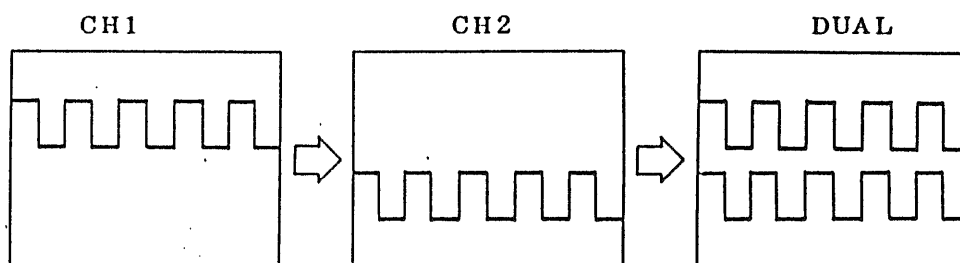

図6-3
- (2) CH2 入力端子 ⑲ に CH1 と同様に、付属のプロープで CAL 波形を入力し、AC-GND-DC スイッチ ⑳ を AC に切り換えます。VOLTS/DIV ㉒ ㉓ を 20 mV/DIV、↓ POSITION ㉔ ㉕ を調整すると、図6-3のように2現象波形が観測できます。